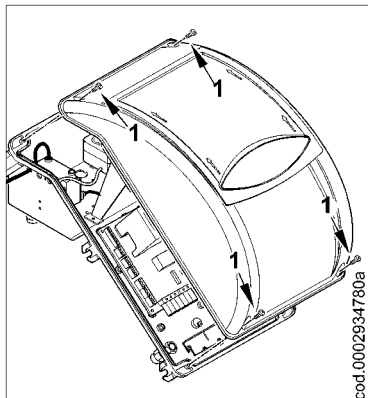

Figura 1
1) Rimuovere il coperchio svitando le 4 viti (1) di figura 1, senza togliere lo sportellino trasparente. In questo modo è possibile accedere al quadro elettrico del bruciatore.